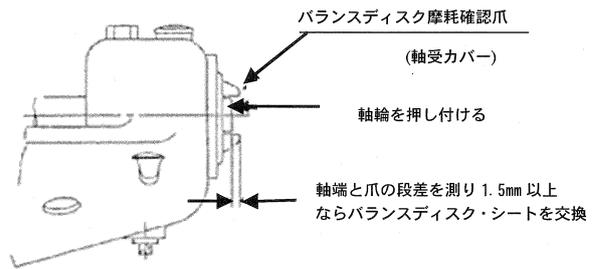

図 8
- (3) 軸受許容温度は室温+40℃以下、かつ、80℃以下です。軸受フレームを手で触っていられるようならば正常ですが、触れないような時は軸受温度を測定し、許容温度を超えている場合は運転を停止して点検してください。
- (4) 軸封がパッキンタイプのもものは水滴が適度に落ちることを確認してください。運転しているうちに漏吐出し量が増加したら、再びパッキン押えで締め付けてください。グランドパッキンは締め過ぎたり片締めしてはなりません。
- (5) ポンプ軸端と軸受カバーの摩耗確認用の爪に1.5mm以上段差ができたときは、バランスディスクとバランスシートの交換をしてください。(図8参照)